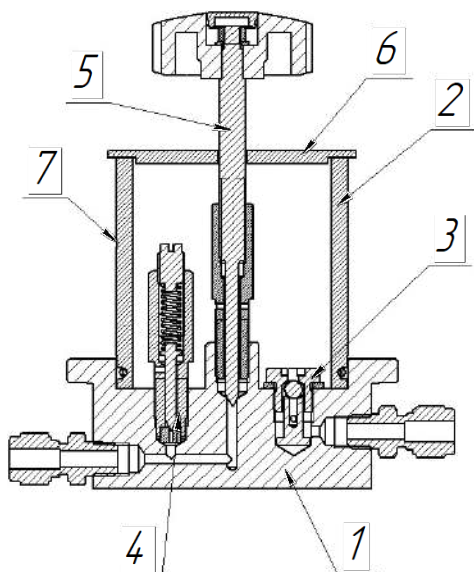

Рисунок 1.4 — Стакан
Стакан для рабочей жидкости состоит из основания стакана 1 (рисунок 1.4), прозрачного корпуса 2, впускного клапана 3, предохранительного клапана 4, иглы вентиль сброса давления 5, крышки стакана 6. На прозрачном корпусе 2 стакана выполнена кольцевая проточка 7, которая указывает верхнюю границу уровня рабочей жидкости.
2.2.6 На ручном насосе с помощью шестигранного ключа S4 из комплекта УСД открутите винт 4 (рисунок 1.4) на $\frac{1}{2}$ оборота. Плавно качайте ручку насоса 3 до тех пор, пока из-под уплотнения винта 4 не перестанут выходить пузырьки воздуха. После этого закрутите винт 4 с небольшим усилием.